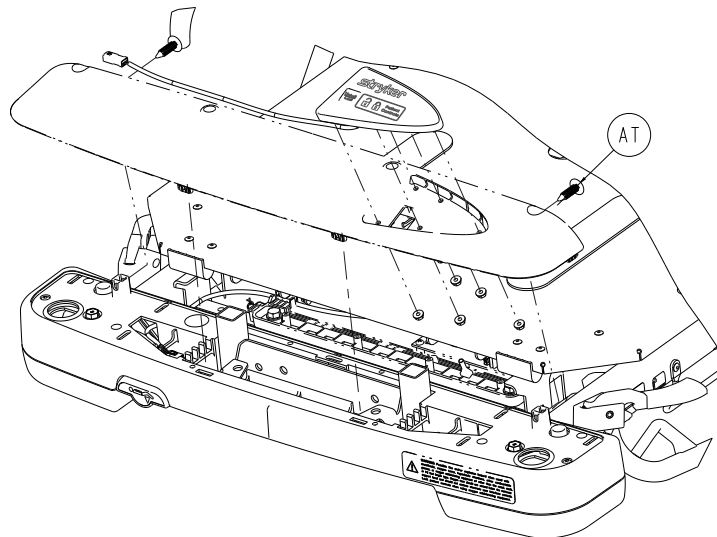

Figure 48 – Fixations de panneau
6. À l'aide d'un outil de retrait de fixation en plastique, retirer les deux fixations de panneau (AT) qui fixent la housse supérieure du côté pieds à la housse médiane du côté pieds (Figure 48). Jeter les fixations du panneau.